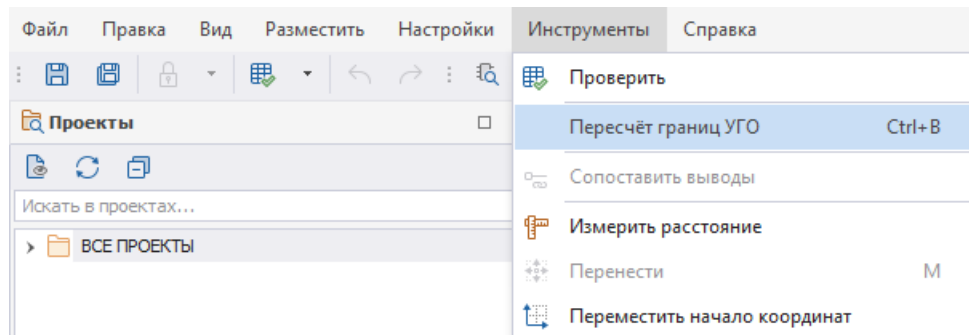

Рис. 49 Перерасчет границ УГО
8. Для корректного отображения границ созданного УГО произведите перерасчет границ. Вызов данной функции доступен в главном меню → раздел «Инструменты» → «Перерасчет границ УГО», см. Рис. 49.